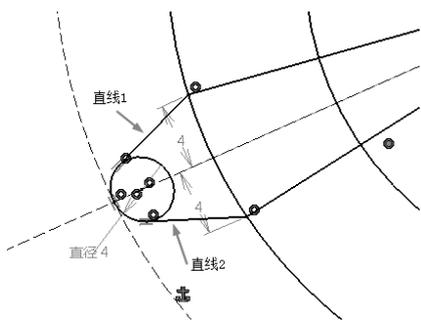

图 5-139
- 使用 线链工具绘制两条斜线, 两条斜线均与小圆相切, 如图 5-139 所示。